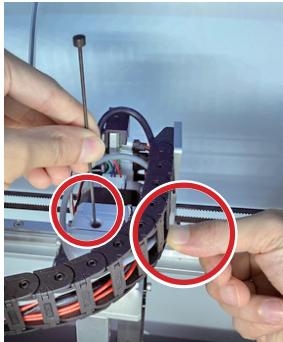

Fig. 1
4. Insérez la tige d'éjection dans l'extrudeuse par l'entrée du filament. Voir figure 1.